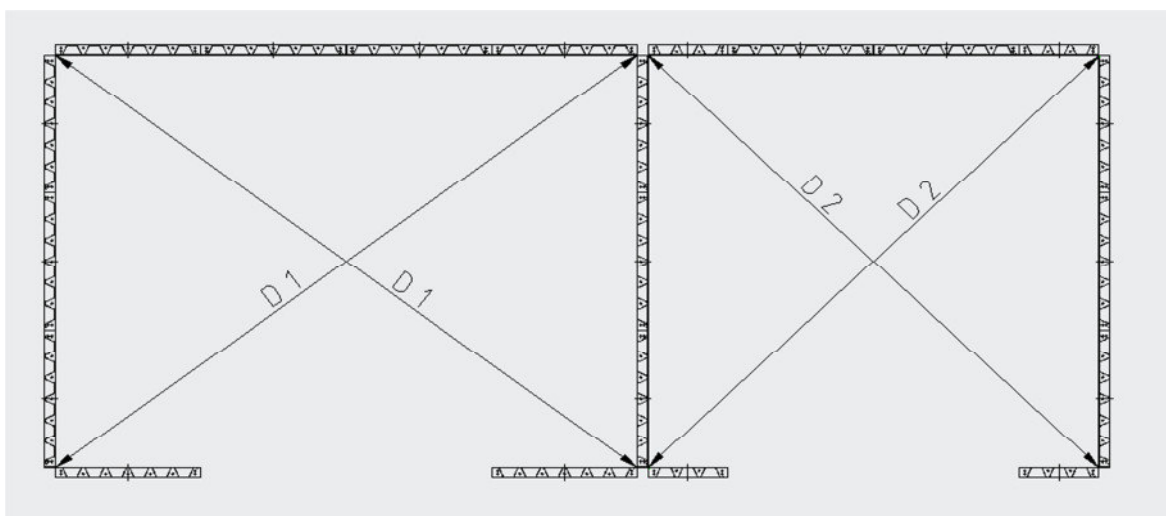

Bild 12 Maß- und Winkelkontrolle diagonal
3.2.2 Auf Bodenplatte Silo- Innenkonturen einmessen und anreissen. Dabei über die Kontrolle der Diagonalen die rechten Winkel der Anlage sicherstellen (siehe Bild 12). Dies muss in Übereinstimmung mit den beigegebenen Unterlagen (Stazik; Montagezeichnungen) erfolgen.